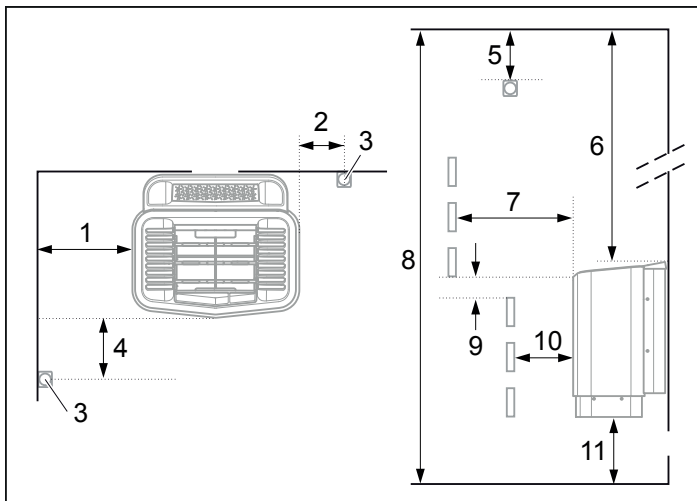
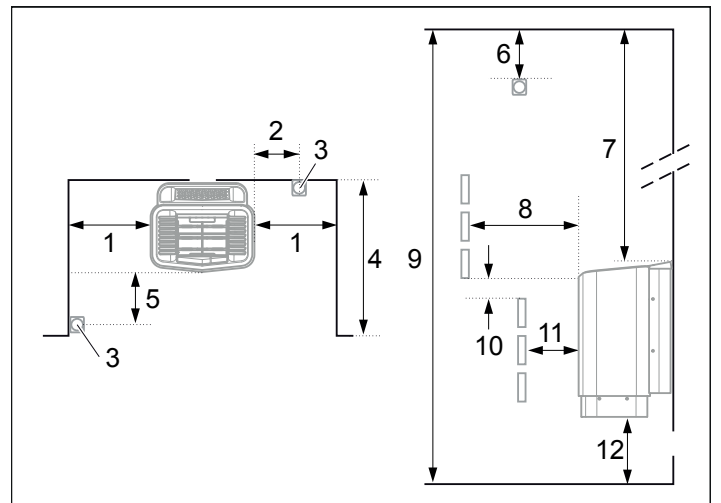

Fig 3: Placering av bastuaggregatet - normalmontage
Fig 5: Placering av bastuaggregat - nischmontage
- Planera sensorns placering (se Fig 3 samt Fig 5).
- på samma vägg som dörren (endast i undantagsfall på sidoväggen, men då mycket nära dörrväggen). Aggregatet kan också placeras i nisch (se Fig 5).
- på säkert avstånd till golvet, sidoväggar och inredning (se Fig 3).
Placera sensorn enligt bilden (se Fig 3).
1. Placera aggregatet på säkert avstånd till golv, sidovägg och inredning (se Fig 5).
2. Placera sensorn enligt bilden (se Fig 5).